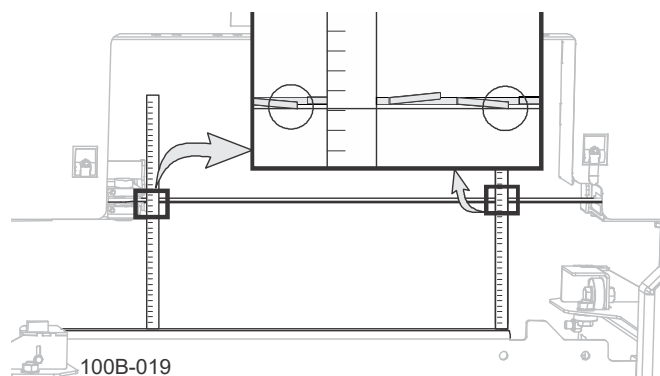

FIG. 4-13
2. Mesurez la lame à partir d'une dent orientée vers le bas sur les deux côtés de la tête de coupe. Sortez complètement le bras guide-lame réglable avant de mesurer. (Voir FIG. 4-13 .)